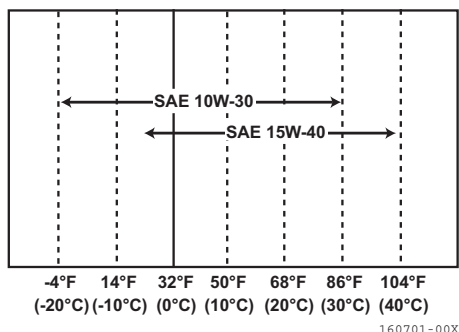

Figura 5
- Selezionare la viscosità dell'olio in base alla temperatura del luogo in cui si utilizza il motore. Fare riferimento alla tabella del grado di viscosità SAE (**Figura 5**).